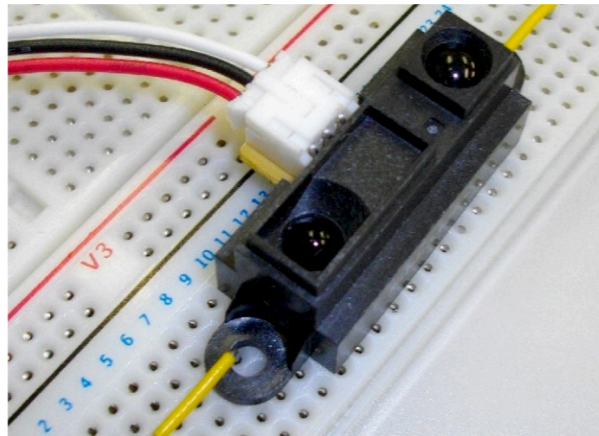

図 1: 距離センサ
2.1 図 1 の電子部品（距離センサ GP2Y0A21YK0F）を次のような点から調べなさい。